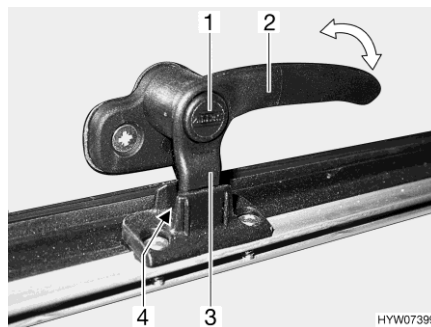
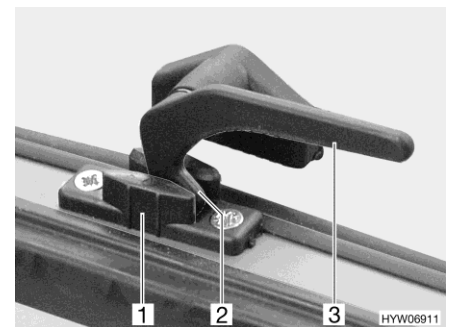

Bild 116 Låsarm med låsknapp i läget "kontinuerlig vädring"
Bild 117 Låsarm i läget "kontinuerlig vädring"
- I läget "kontinuerlig vädring" (Bild 116 och Bild 117)
- Tryck på låsknappen (Bild 116,1) om sådan finns och håll den nedtryckt.
- Vrid alla låsarmar (Bild 116,2 eller Bild 117,3) ett kvarts varv mot luckans mitt.
- Vrid tillbaka alla låsarmar. Därvid måste låsspaken (Bild 116,3 eller Bild 117,2) föras in i spåret på lucklåset (Bild 116,4 eller Bild 117,1).